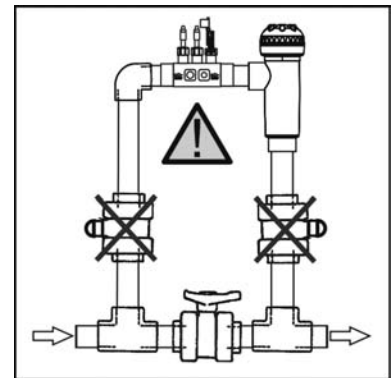

Abb. 4
1. Sensorhalter aus dem Lieferumfang auf ein Rohrstück am Eingang der Elektrolysezelle kleben. Der Sensorhalter muss immer waagrecht zum Boden eingebaut werden (siehe Abb. 4), so dass die Gewindeeingänge (1/2" - 3/8") für eine spätere Installation der Dosierpumpendüse und der Erdung (optional) zur Verfügung stehen.